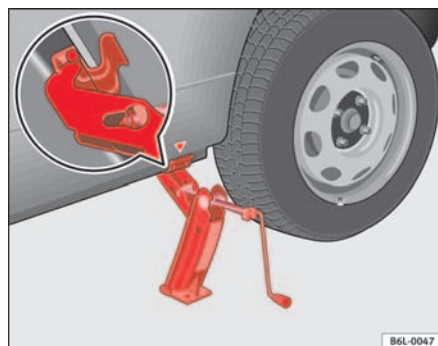

Fig. 133 Mise en place du cric
- Positionnez le cric de sorte que son crochet entoure le nerf du longeron inférieur et que la plaque mobile de sa base soit appuyée bien à plat sur le sol ⇒ fig. 133.